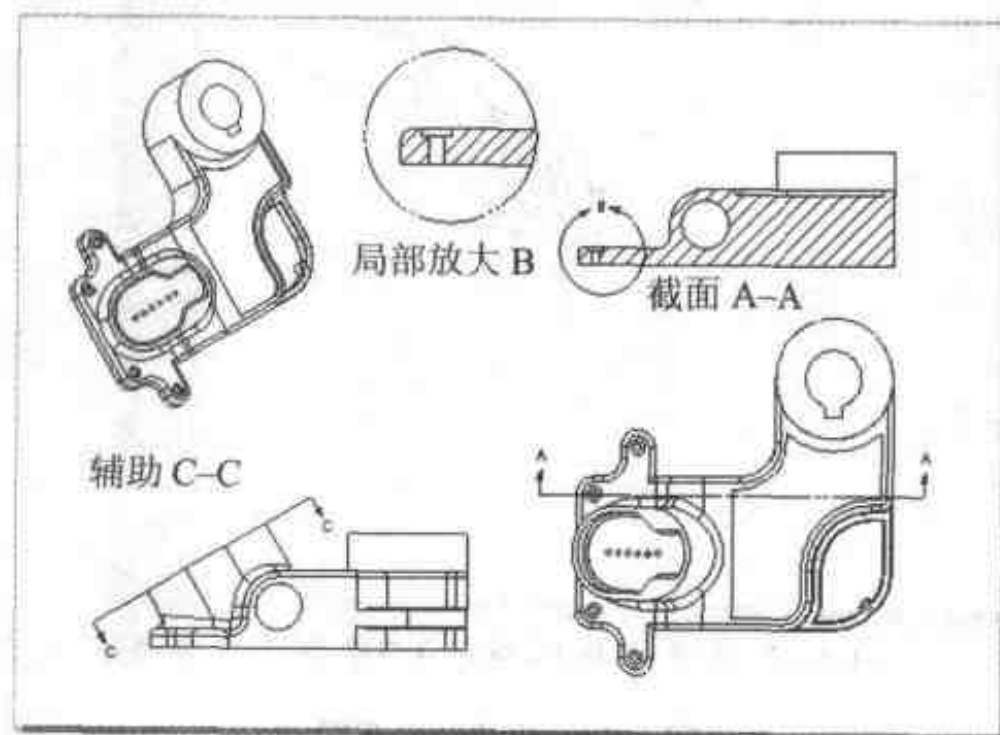

图 2.93 布局图的生成
- (4) 经过布局调整，图纸现在的排列如图 2.93 所示。